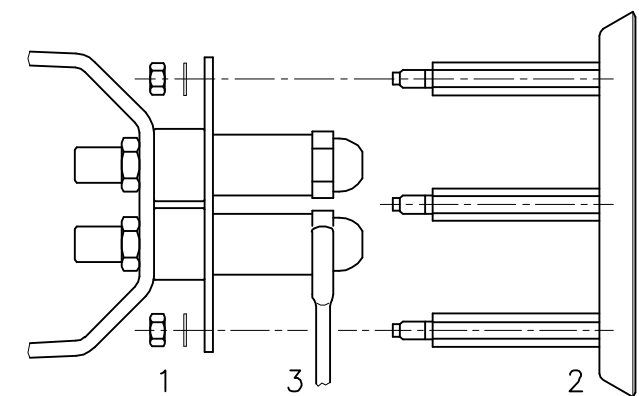

Fig. 11
- Tirar as porcas 1)(Fig. 11) e o disco 2)
- Substituir a boquilha com a chave 3)(Fig. 11).